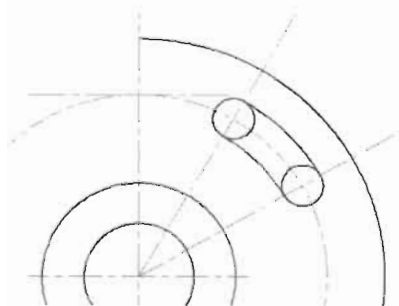

图 4-199
(9) 选择“粗实线”图层为当前图层, 执行“绘图>圆>两点”菜单命令来绘制圆, 命令执行过程如下, 效果如图 4-199 所示。